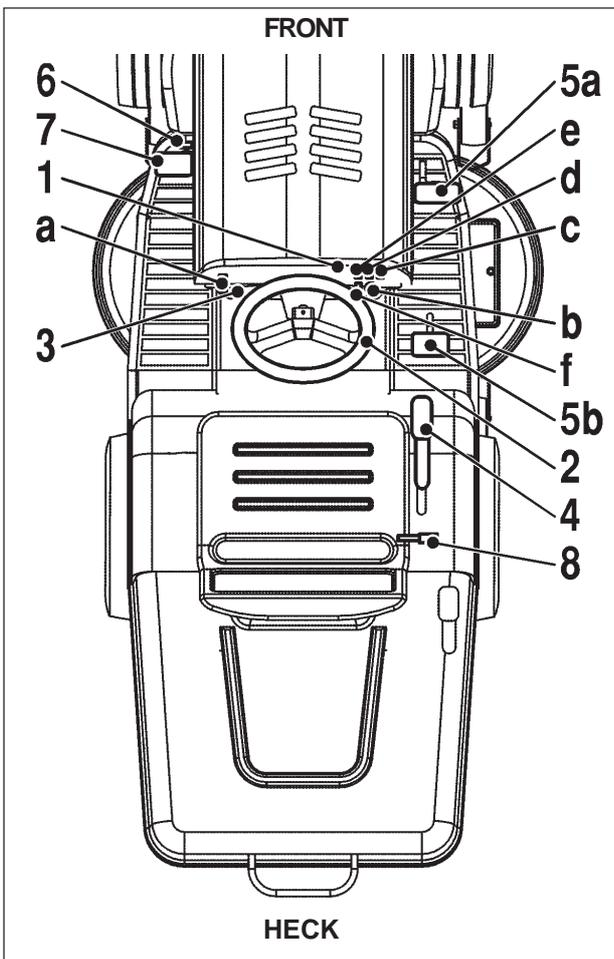

Abb. 11
## BEDIENELEMENTE (ABB. 11)
## ERLÄUTERUNGEN ZU ABB. 11
In der T-Position stoppt das Mähwerk automatisch und schaltet sich auch dann nicht wieder ein, wenn der Hebel für die Schnitthöhenverstellung niedriger gestellt wird. Zum Weitermähen muß der Schalter Reset gedrückt werden (siehe Abb. 11, Pos. 1.e).
3. Drücken Sie den MAN/AUTO-Schalter in die tiefere AUTO-Position, (Abb. 11 d).